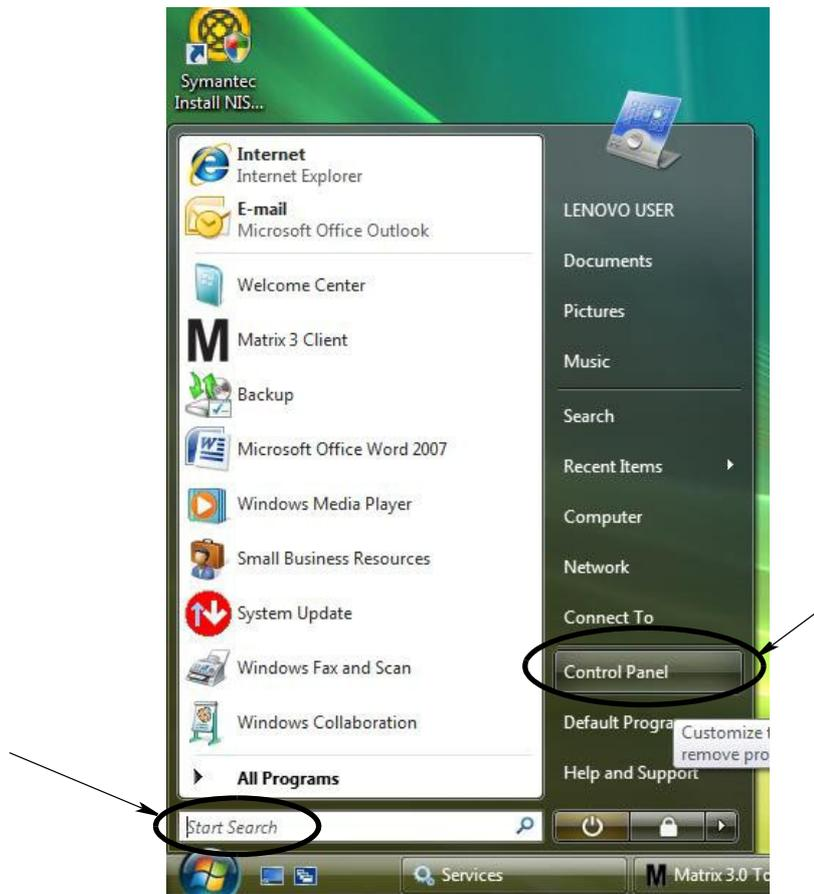

ABB. 32
1. Wählen Sie auf dem Desktop von Windows Vista „Suche starten/Steuerung“ (ABB. 32).